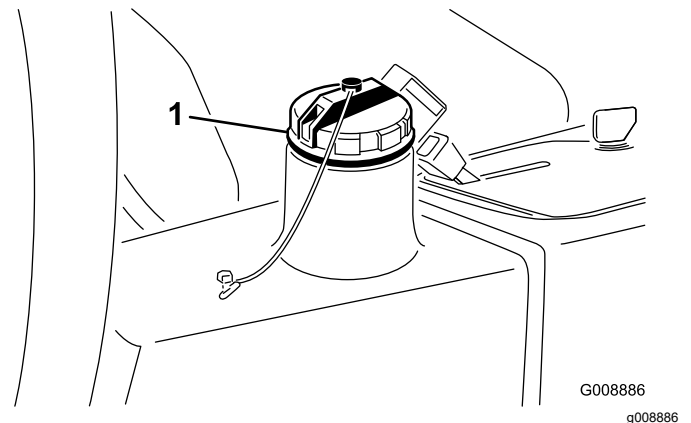

Bild 79
4. Füllen Sie den Behälter (Bild 79) mit ca. 13.2 Liter Hydrauliköl, siehe Prüfen der Hydraulikanlage \(Seite 52\).